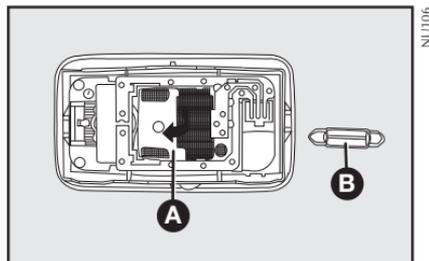

fig. 23
- Abrir a tampa **A-fig. 23** no sentido indicado pela seta;
- Retirar a lâmpada **B-fig. 23** e substituí-la;